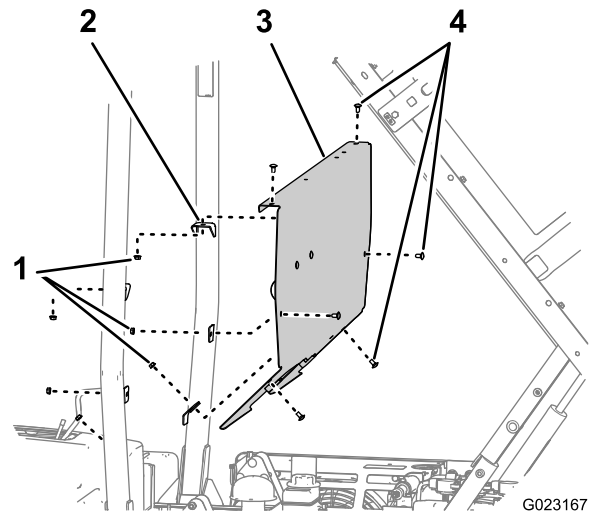

Bild 10
1. Nehmen Sie die sechs Schlossschrauben und sechs Muttern ab, mit denen die Überrollschutzplatte an den Befestigungshalterungen am Überrollbügel befestigt ist (Bild 10).
2. Nehmen Sie die Überrollschutzplatte von der Maschine ab (Bild 10).